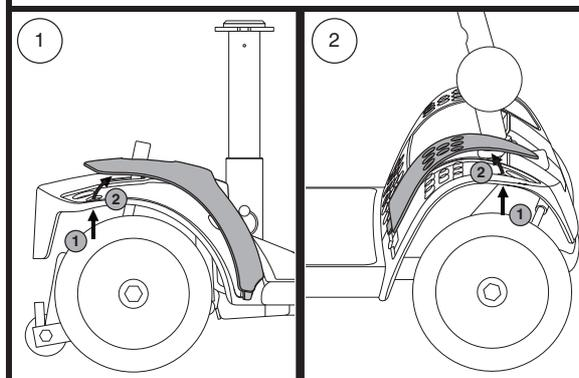

Figura 11. Pannello paraurti
2. Spingere attraverso il foro per separare il pezzo dal miniscooter. **Vedere figura 11.**
NOTA: *Quando si installa il pannello paraurti anteriore e posteriore, verificare che la scheda nella parte inferiore del pannello è inserito nell'apertura prima di fissare il pannello. Vedere figura 11.*